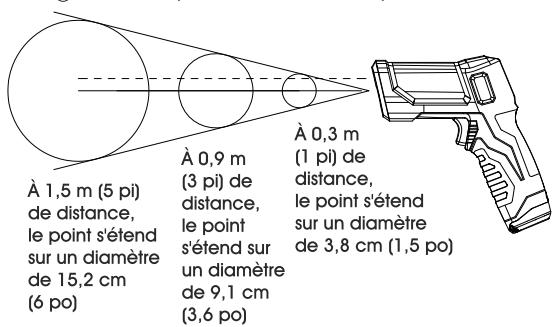

Figure 2
**REMARQUE :** L'objet doit être plus grand que l'endroit étant balayé. Autrement, les valeurs observées seront erronées. Voir Figure 2 pour la taille requise de l'objet.